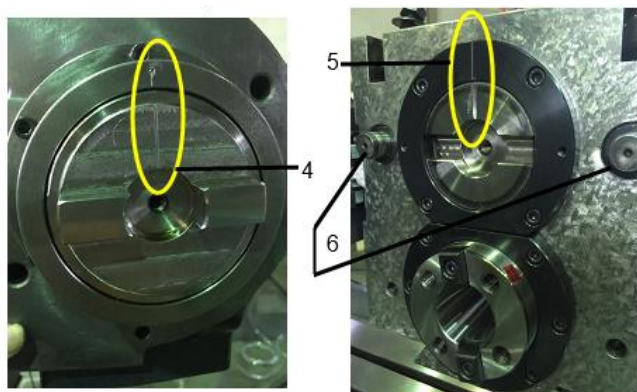

Рис. 16
Для возвращения вертикальной фрезерной головки на место необходимо предварительно выставить по указателю муфту с обеих сторон (4,5, рис.16). При закреплении головки на станине штифты (6) должны войти в ответные пазы.